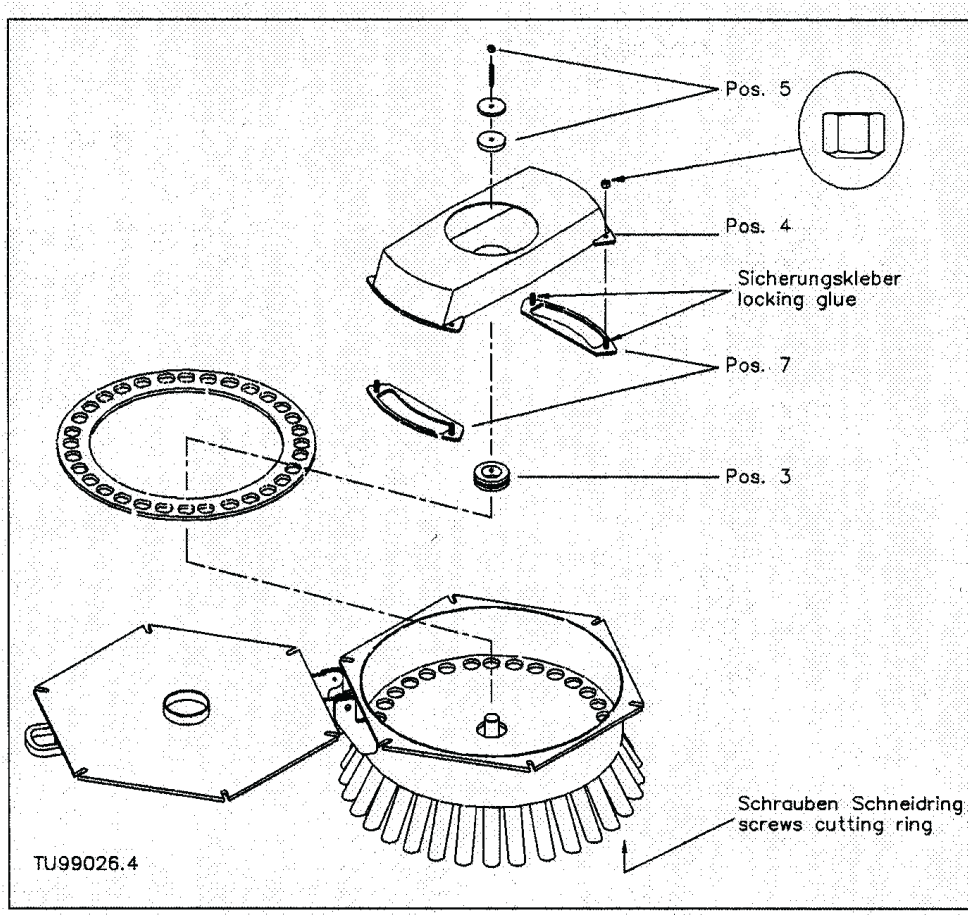

Abb. 5.4 Austausch der Verschleißteile / Fig. 5.4 Replacement of wear parts
Die Vorspannung wird am Vorspannelement (Abb. 5.4, Pos.5) eingestellt.
The preload is set at the tensioning elements (Fig. 5.4, item 5).